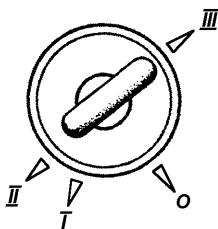

Рис. 3.5. Положение ключа в выключателе зажигания (наименование позиций см. в тексте)
**29 -выключатель зажигания** (УАЗ-315148 - выключатель пуска двигателя) (рис. 3.5). Выключатель замка зажигания закреплен на рулевой колонке болтами с отрывной головкой для предотвращения демонтажа замка зажигания с противоугонным устройством обычными ключами. На заводе головки болтов не отрываются с целью сохранения возможности снятия замка с рулевой колонки в предпродажный период. Потребитель должен сам принять решение о необходимости отрыва головок болтов.